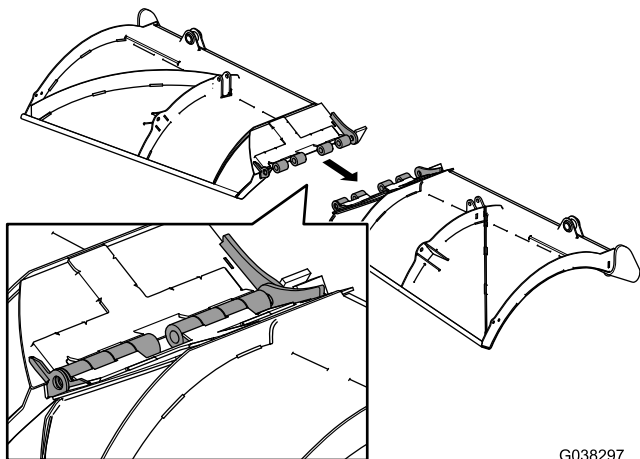

Bild 1
1. Legen Sie die linken und rechten Schilder mit der Vorderseite nach unten und ziehen Sie diese zusammen, damit die Scharnieren verriegeln und die Schnittplatten aneinander ausgerichtet sind (Bild 1).